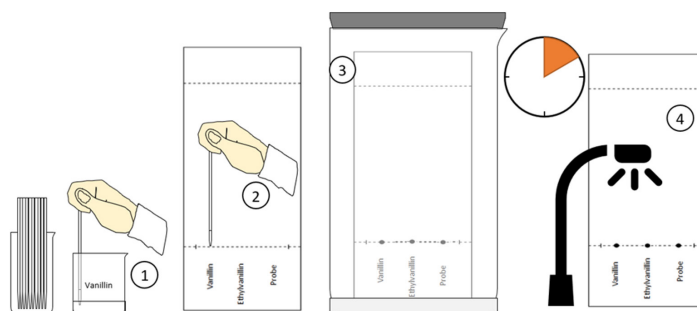

Abbildung 1: Versuchsskizze DC Vanillin/Ethylvanillin
- Zunächst wird die Dr. Oetker Probe untersucht: Dazu wird der Erlenmeyerkolben unter die Bürette auf den Magnetrührer gestellt (siehe Abbildung 1) und der Magnetrührer so eingestellt, dass der Rührfisch die Probe sanft umrührt.